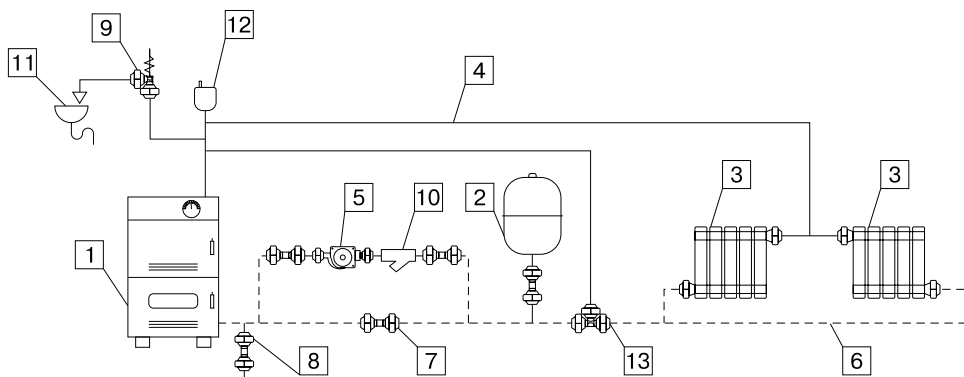
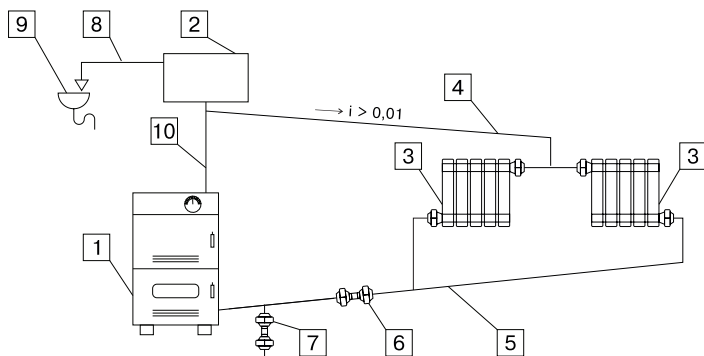

Рис.9 Схема закрытой системы отопления
Рис.10 Схема открытой системы отопления
- Разгонный участок (**Рис.10, поз.10**) должен быть вертикальным и высотой не менее 2 метров;
Типовые схемы монтажа с закрытой и открытой системами отопления представлены на **Рис.9, Рис.10.**